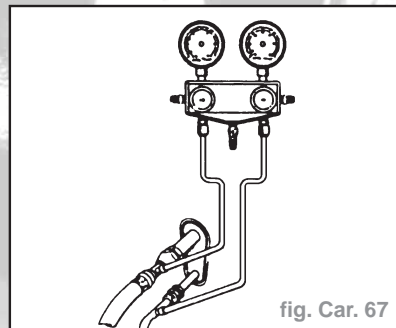

fig. Car. 67
- Poser l'appareil à usages multiples (fig. Car. 67) :
- tuyau basse pression (LO) sur le côté d'aspiration.
- tuyau haute pression (HI) sur le côté de compression.